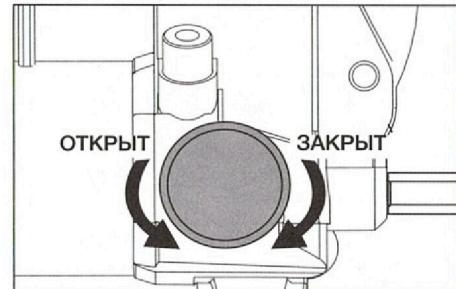

Рисунок 8 – выпускной клапан
1. Закройте выпускной клапан поворотом ручки по часовой стрелке до упора. См. рисунок 8.